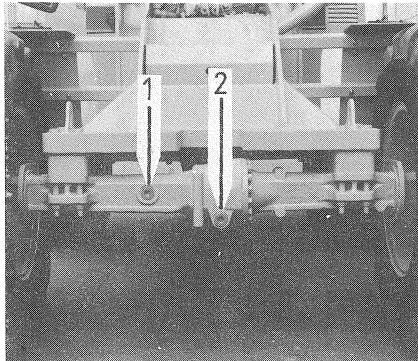

Bild 48
- (1) Aus der Achsbrücke Verschlußstopfen herausdrehen (Bild 48/1). Der Ölstand muß bis zur Verschlußstopfenbohrung reichen.
- (1) Verschlußstopfen aus dem Mittelachsgetriebe herausdrehen (Bild 48/2).
- (1) Unscrew plug from the axle bracket (fig. 48/1). Oil level should reach the plug bore.
- (1) Unscrew plug from axle center gear (fig. 48/2).
- (1) Dévisser le bouchon fileté d'obturation du pont (fig. 48/1). Le niveau d'huile doit atteindre le taraudage du bouchon.
- (1) Dévisser le bouchon du réducteur central (fig. 48/2).